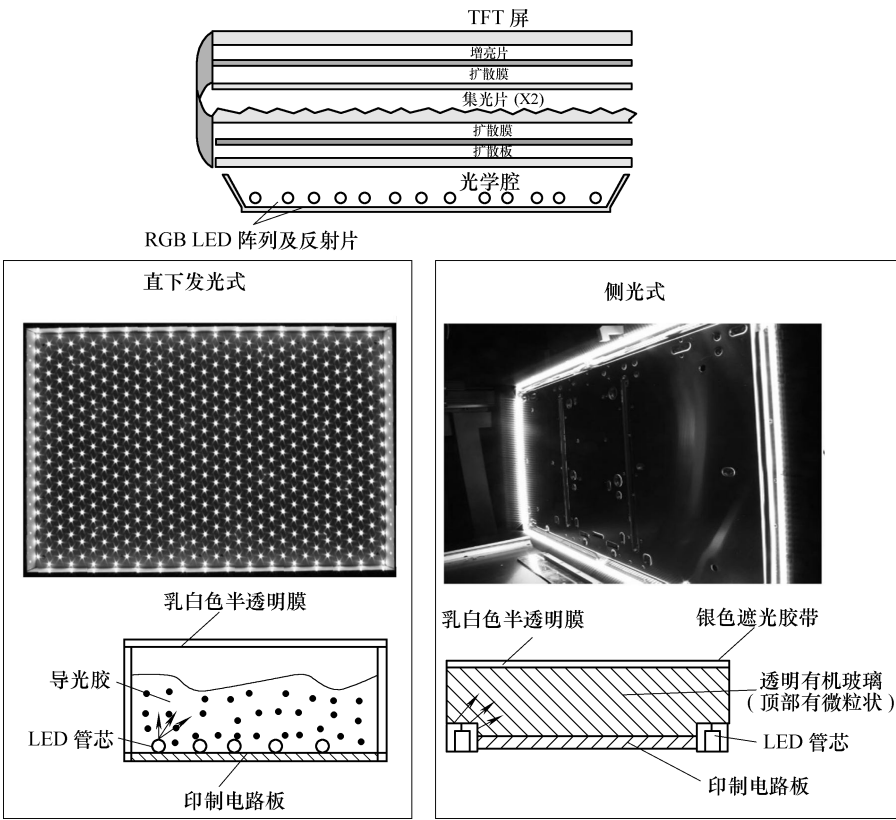

图 2-9 直下发光式与侧光式排列及内部结构
2) 按照背光灯的安装位置，可分为直下发光式与侧光式，它们的主要区别是：焊接在印制电路板上的 LED 管芯直接向发光面发射光线，并且通过导光胶使光线均匀分布，其他部分基本相同。图 2-9 所示为直下发光式与侧光式排列及内部结构。